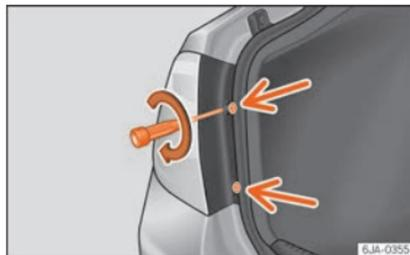

Fig. 103 Montare l'unità posteriore.
- Con il cacciavite in dotazione o con una chiave Torx 20 [T20] avvitare (girando in senso orario »» **fig. 103**) le due viti di fissaggio della zona frontale del fanale.